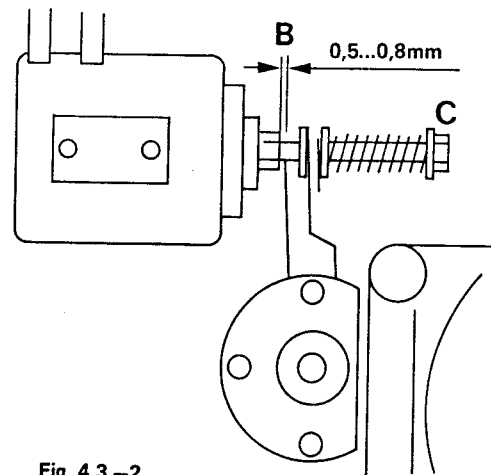

Fig. 4.3.-2
- Attach a nylon thread to the pinch roller shaft and attach a dial gauge to the other end of the thread. Pull dial gauge in the direction A (fig. 4.3.-1) until the pinch roller lifts off the capstan shaft. The dial gauge must read $13 \text{ N} \pm 1 \text{ N}$ ($1.3 \text{ kp} \pm 0.1 \text{ kp}$) ($2 \text{ lb } 14 \text{ oz} \pm 4 \text{ oz approx.}$).
- Par l'intermédiaire d'un fil de nylon fixé d'une part sur l'axe du galet presseur (éventuellement dévissez le couvercle de l'axe) et d'autre part à un dynamomètre. Tirez le bras dans la direction A (fig. 4.3.-1) jusqu'à ce que le galet presseur décolle de l'axe de cabestan. Le dynamomètre doit alors indiquer $13 \text{ N} \pm 1 \text{ N}$ ($1,3 \text{ kp} \pm 0,1 \text{ kp}$).